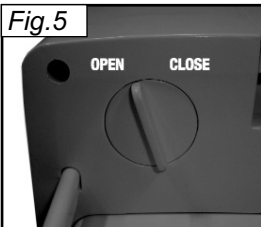

Fig.6
- Aprire lo sportello del vano capsula (7a) e appoggiare la capsula nel vano (7), nella posizione suggerita dalla sagomatura di quest' ultimo (fig.6).
- Regolare la lunghezza della bevanda da erogare girando la manopola (9), in corrispondenza di una delle 4 regolazioni preimpostate.